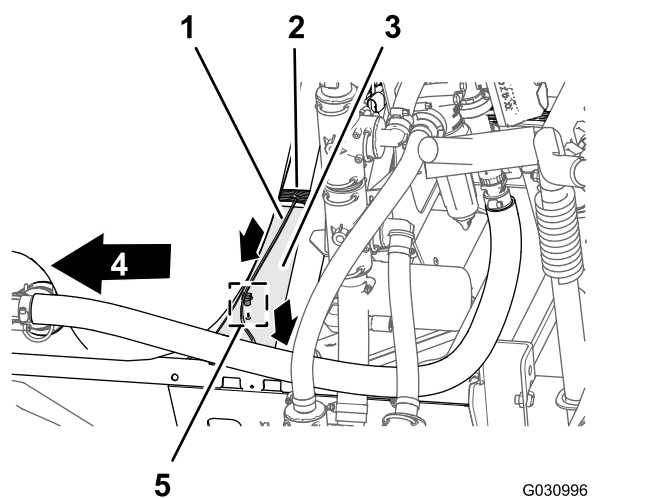

Figura 100
1. Enrute la rama de 86 cm (34") del arnés de cables del solenoide de la bomba de fumigación por encima del perfil del bastidor del fumigador, y hacia abajo hasta el solenoide de la bomba del fumigador (Figura 100).
2. Introduzca la grapa de la rama de 86 cm (34") del arnés de cables en el orificio del perfil del bastidor del fumigador (Figura 100).